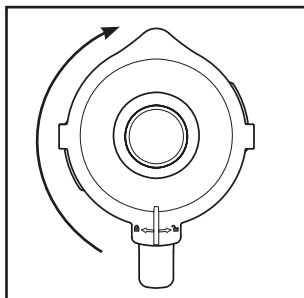

Bild 2
- 4) Sätt sedan tillbaka locket **2** med samma förskjutning på mixerbehållaren **3** och tryck fast det. Stäng locket **2** genom att vrida det medsols till läge  tills det klickar fast (se bild 2). Kontrollera att mixerbehållarens **3** pip är